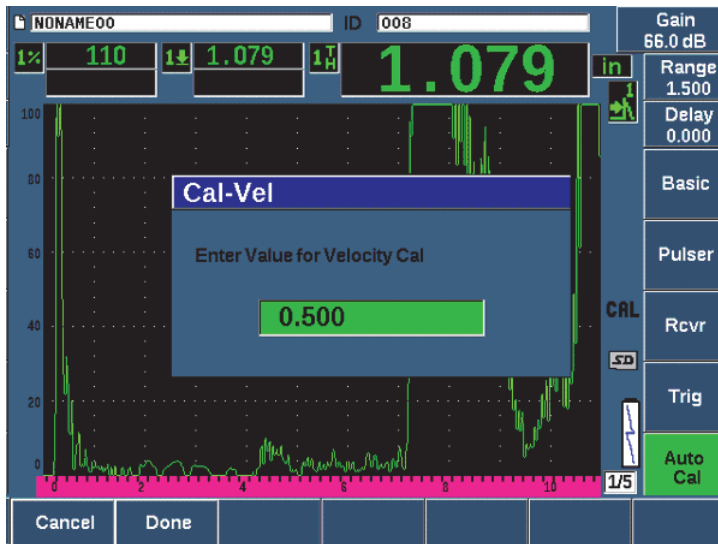

Figure 9-13 Entrée de la valeur d'épaisseur d'étalonnage de la vitesse
15. Entrez l'épaisseur connue de l'indication dans la porte (12,5 mm ou 0,500 po dans cet exemple), et puis sélectionnez **Done** (Terminé) pour continuer l'étalonnage (voir la Figure 9-13 à la page 176).